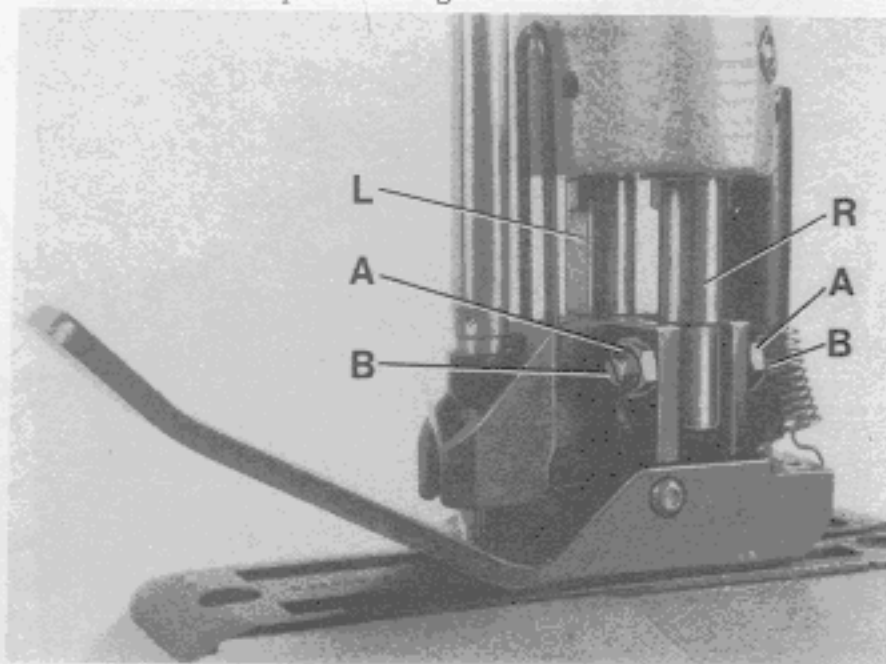

Fig. 8
Remove the needle and rotate the pulley until the feed dog is below the throat plate. Depress the presser foot lifter lever and insert the presser foot in the two presser bars (L and R, Fig. 8). The right presser bar (R) should only engage with its pivot in the groove of the presser foot shank.
Loosen the two lock nuts (A, Fig. 8) and align with the two set screws (B), the needle slot in the presser foot with the needle slot in the throat plate. Secure this setting with the two lock nuts (A). Note: The two set screws (A) should just contact the pivot of the right presser bar (R) but not be tightened. Now tighten the two set screws left in the presser foot shank on the left presser bar. Insert the needle.
Entfernen Sie die Nadel und drehen Sie an der Riemenscheibe bis der Transporteur unter der Stichplatte steht. Drücken Sie den Drückfuß-Lifterhebel und setzen Sie den Drückfuß in die beiden Drückfußstangen (L und R, Fig. 8) ein. Die rechte Drückfußstange (R) darf nur mit dem Zapfen in die Nut der Drückfußnabe eingreifen.
Lösen Sie die beiden Kontermuttern (A, Fig. 8) und richten Sie mit den beiden Gewindestiften (B), das Stichloch im Drückfuß zum Stichloch der Stichplatte aus. Sichern Sie diese Einstellung mit den beiden Kontermuttern (A). Beachten Sie: Die beiden Gewindestifte (A) sollen am Zapfen der rechten Drückfußstange (R) gerade anliegen aber nicht drücken. Ziehen Sie jetzt die beiden Gewindestifte links in der Drückfußnabe auf der linken Drückfußstange an. Setzen Sie die Nadel wieder ein.